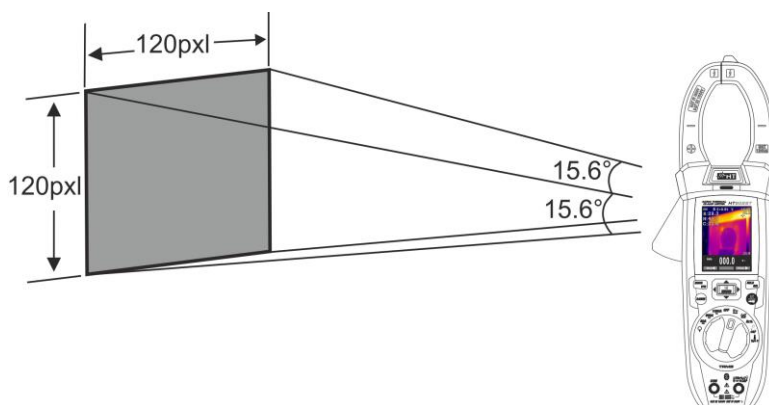

Fig. 43: Representación FOV del instrumento HT9025T
7. Para medidas precisas de temperatura asegúrese de que la superficie del objeto en prueba sea siempre mayor de la superficie efectivamente medible por el instrumento expresada por su campo visual (FOV = Field Of View). El instrumento HT9025T tiene un campo visual igual a $15.6^\circ \times 15.6^\circ$ y un vector de detección de 120×120 (14400) pxl como se muestra en Fig.43